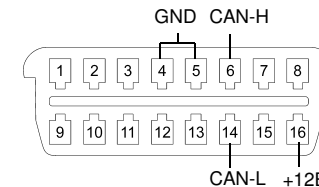

Рисунок 2. Подключение адаптера к разъему OBD-II.
- 2.2. Подключить Серый и Синий провода разъема X1 к информационной шине CAN автомобиля. Данное подключение возможно произвести в жгуте 16-ти контактного диагностического разъема OBD-II, расположенного под рулевой колонкой, где информационная шина CAN подключена к контактам №6 (CAN-H) и №14 (CAN-L) соответственно (смотри рисунок 2).